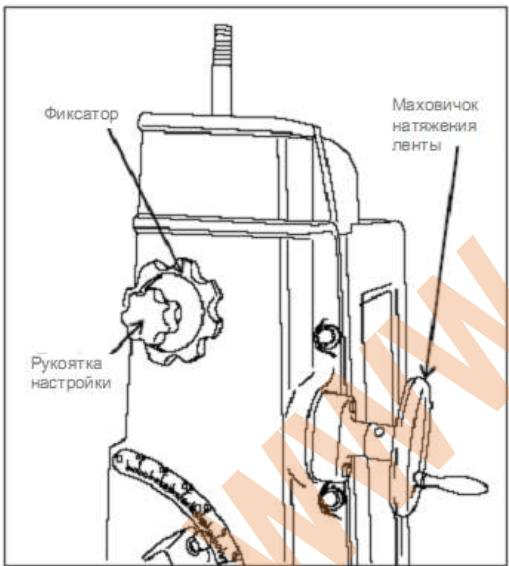

Рис. 7: Компоненты настройки смещения ленты (для замены и настройки верхняя крышка снимается).
4. Ослабить натяжение ленты, повернув рукоятку натяжения против часовой стрелки (Рис. 7). Если рукоятка поворачивается с трудом, то выполнить техническое обслуживание механизма смещения ленты в соответствии с инструкциями данном разделе.